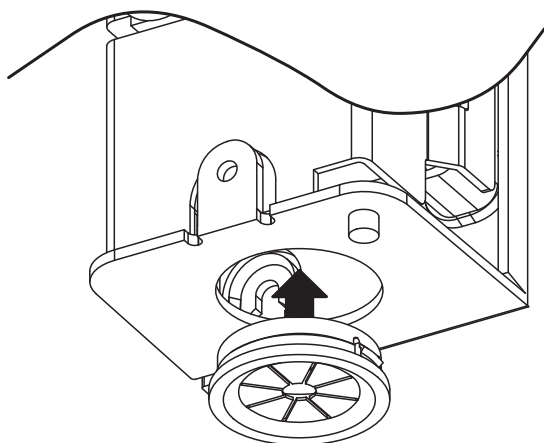

图11 护线套的安装
附带的护线套用于“图11”所示主体下侧的配线连接口。无法使用密封连接器或导管等时，请安装护线套。不小心触碰到端子时，可能会触电。可防止手指等进入，防止因不小心接触端子而触电。
- (1) 将护线套按“图11”所示方向插入对象配线连接口。
- (2) 推入护线套，直到卡销卡入后发出“咔嗒”声。
- (3) 确认不会脱落。